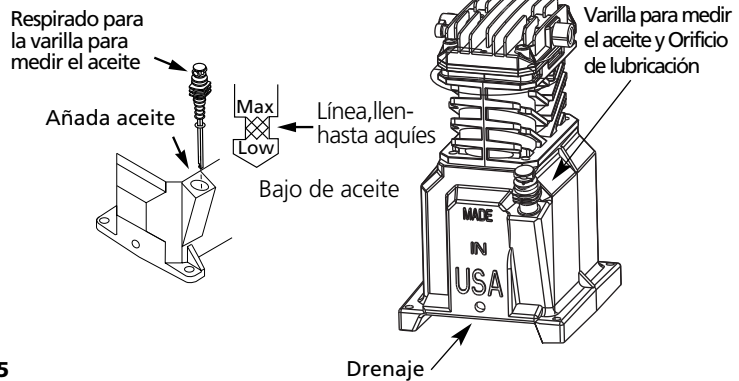

Figura 5
**NO TIENE ACEITE.** Antes de utilizar el compresor. Sólo llene el cabezal hasta el centro del medidor visual o hasta la raya superior de la varilla para medir aceite (Vea la Figura 5).
Puede haber residuos de aceite en el cabezal que dejarían una capa en el vidrio del medidor visual, sin embargo, no hay suficiente aceite para operar la unidad. Llene el cabezal utilizando aceite para compresores de aire ISO100. Se recomienda el aceite para compresor ST126700AV o el Mobil 1® 5W30 o también el 10W30 sintético. Vierta el aceite sólo por el orificio de lubricación. Si vierte el aceite por cualquier otro orificio la unidad expulsará aceite tan pronto comience a funcionar. **Sólo llene el cabezal hasta el centro del medidor visual o hasta la raya superior de la varilla para medir aceite (Vea la Figura 5).**